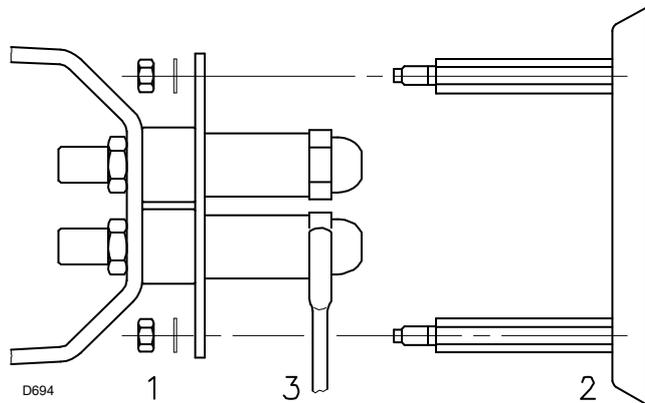

Fig. 11
- Retirer les écrous 1)(Fig. 11) et le disque 2).
- Remplacer le gicleur avec la clé 3)(Fig. 11).